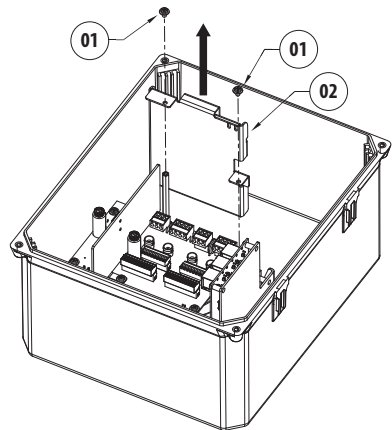

Fig. 16
Enlever les vis (01) et extraire le plateau d'épissures (02) (Fig. 16, page 16).